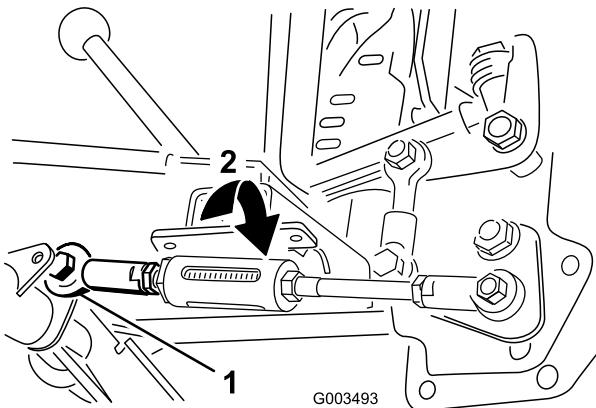

Bild 19
- A. Nehmen Sie die Schraube und die Mutter ab, mit denen die Stange am Schwenkrohr befestigt ist (Bild 19).
3. Ziehen Sie die Sicherungsmuttern an, mit denen die Federstange befestigt ist, bis 6 mm bis 13 mm (1/4" bis 1/2") des Gewindes sichtbar ist, um die Feder zu spannen (Bild 19).